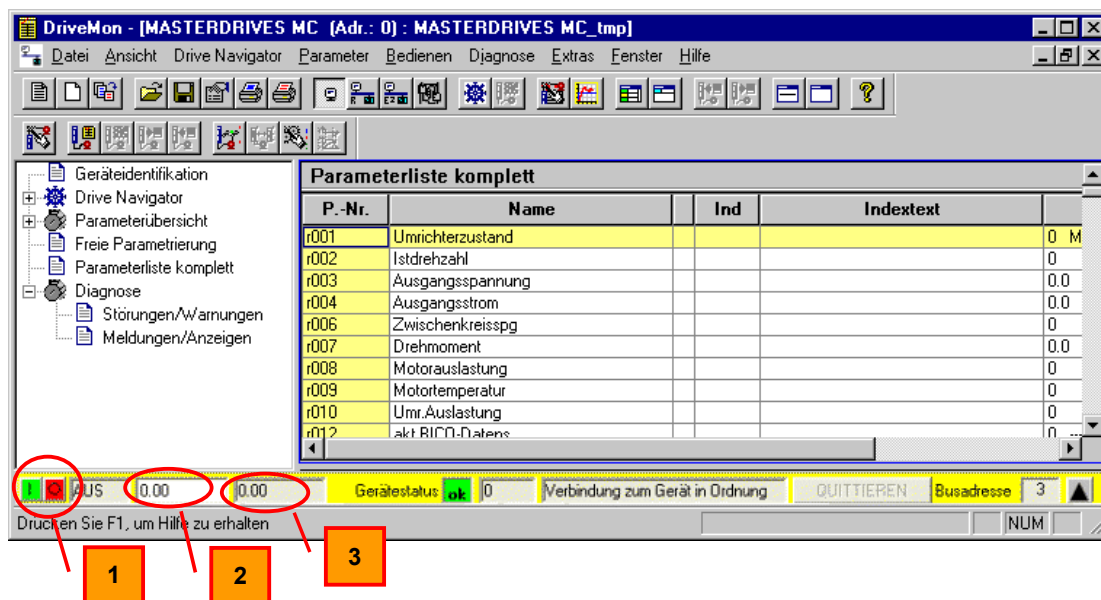

Рис. 5-19 Строка обслуживания
- ♦ ВКЛ/ВЫКЛ (рис. 5-19 [1])
- ♦ Задание рабочей точки и индикация действующего значения (рис. 5-19 [2] [3])